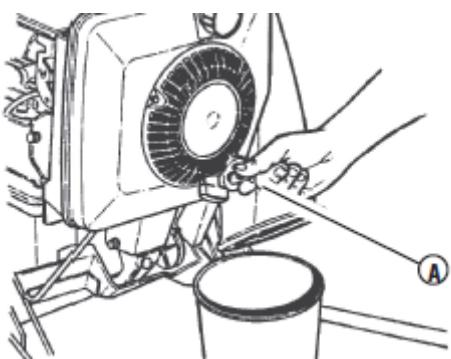

図5-1
① エンジンオイルの交換
3. エンジンオイルが完全に抜けたら、芝刈機を基に戻します。こぼれたオイルをきれいに拭き取ります。 (図5-1)